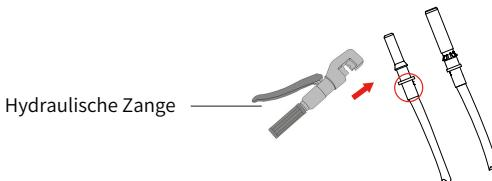

Abb. 6.4 Klemmen Sie den Kontaktstift an
- b) Klemmen von Metallklemmen mit einer Klemmzange wie in Abbildung 6.4 gezeigt.